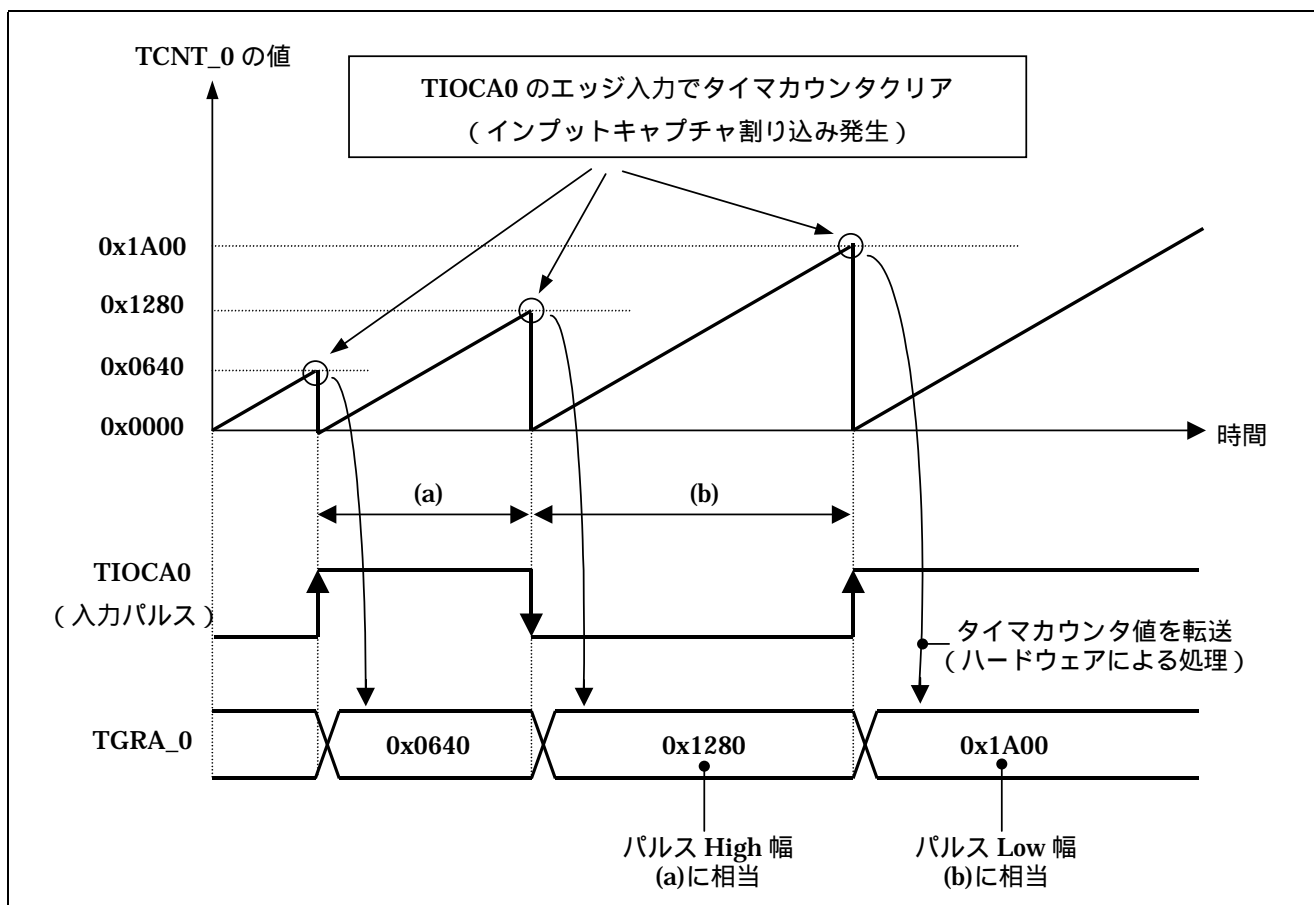

図 2 パルス幅測定動作例
ここでは、カウントクロックは周辺モジュール (P) / 64 とします。P = 25MHz 時にはカウントクロック = 2.56 μsec となります。動作例を図 2 に示します。